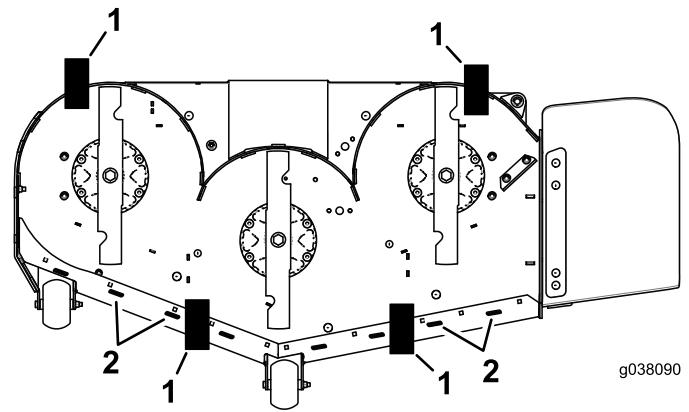

Figure 109
11. Placez une cale (voir le Tableau de hauteur de cale et d'inclinaison) sous le bord arrière de la jupe du tablier de coupe de chaque côté du tablier de coupe (Figure 109).